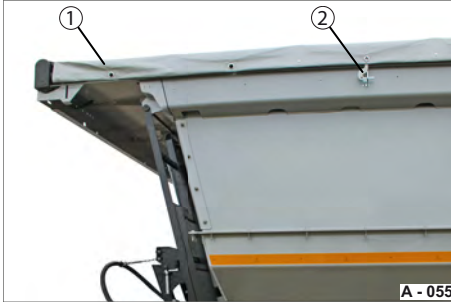

Abb. 86 Schiebeverdeck geschlossen
- ▶ Beobachten Sie, dass sich das Schiebeverdeck / die Plane (Abb. 86/1) ordentlich zuschiebt und die seitlichen Verriegelungen (Abb. 86/2) eingerastet sind.